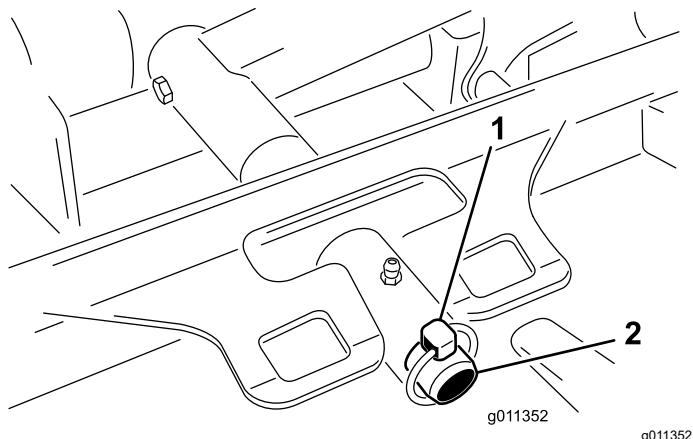

Bild 119
3. Entfernen Sie den Klappstecker (für Groundsmaster 4500-Maschinen) oder die Befestigungsmutter (für Groundsmaster 4700-Maschinen), mit dem bzw. der der Mähwerkträgerrahmen am Lagerbolzen des Hubarms befestigt ist (Bild 119).
2. Schieben Sie den Trägerrahmen des Mähwerks auf den Lagerbolzen des Hubarms (Bild 119). Befestigen Sie das Mähwerk mit dem Klappstecker (für Groundsmaster 4500-Maschinen) oder der Befestigungsmutter (für Groundsmaster 4700-Maschinen) am Lagerbolzen.